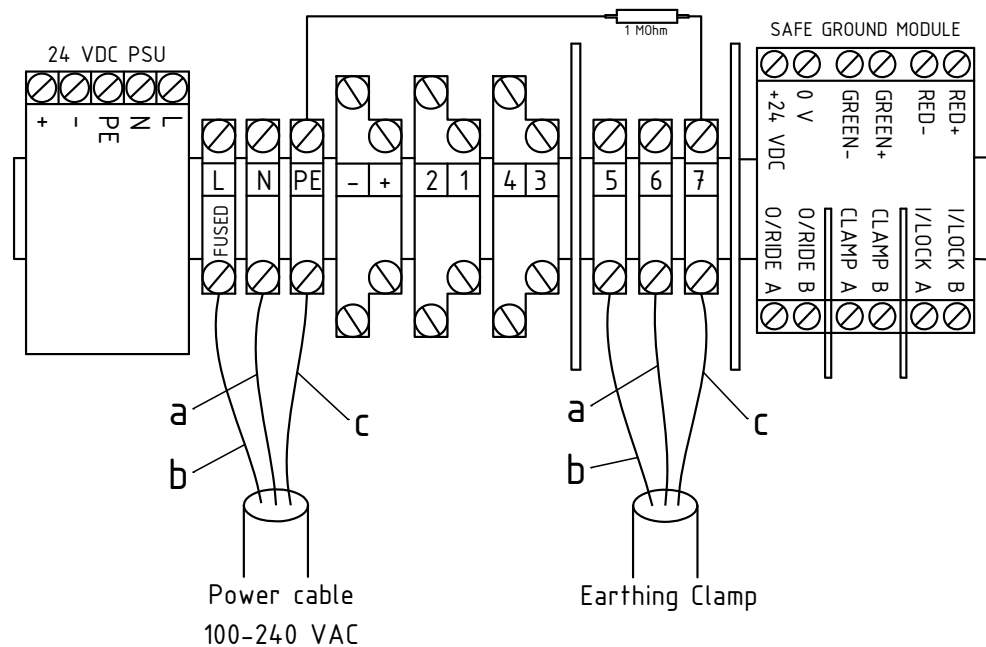
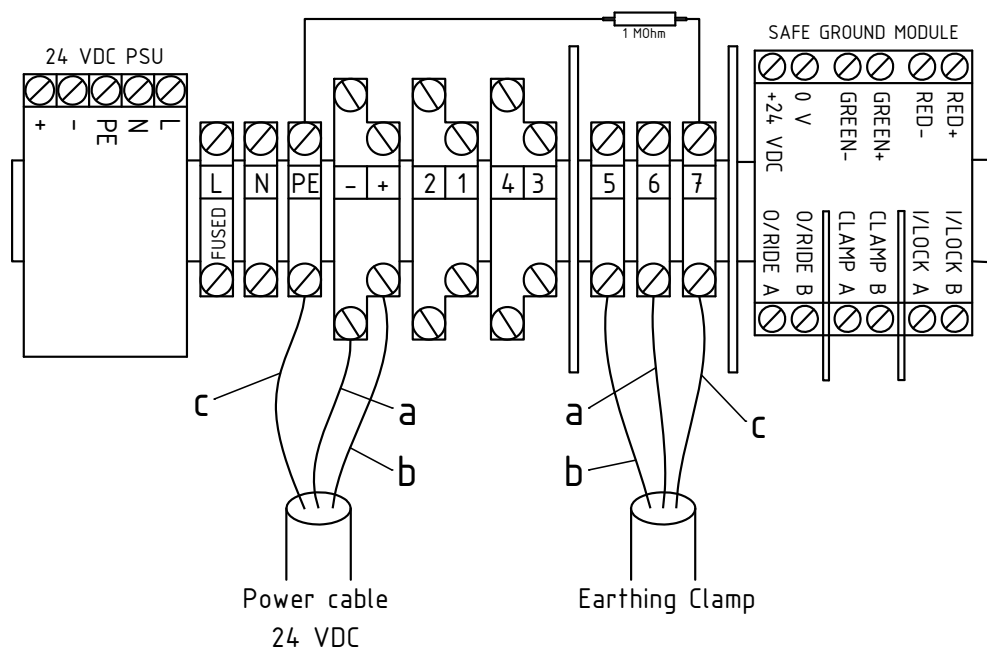

Abb. 6:
Abb. 7:
Nach dem Öffnen des Gehäusedeckels ist der Anschlussraum des Gerätes zugänglich. Rechts befinden sich die Anschlussklemmen für die Erdkontaktgeber. Diese Stromkreise sind eigensicher. Auf der linken Seite sind die nicht eigensicheren Anschlussklemmen für die Versorgungsspannung und die Meldekontakte (siehe Abb. 6 / Abb. 7). Die Anschlussleitungen sind im Anschlussraum so zu führen, dass sich eigensichere und nicht eigensichere Leitungen nicht berühren können, auch wenn sich ein Draht löst. Dazu müssen die Leitungen gegebenenfalls mit Kabelbindern fixiert werden.
- Kabel einführen und gemäß Abb. 6 / Abb. 7 anschließen.